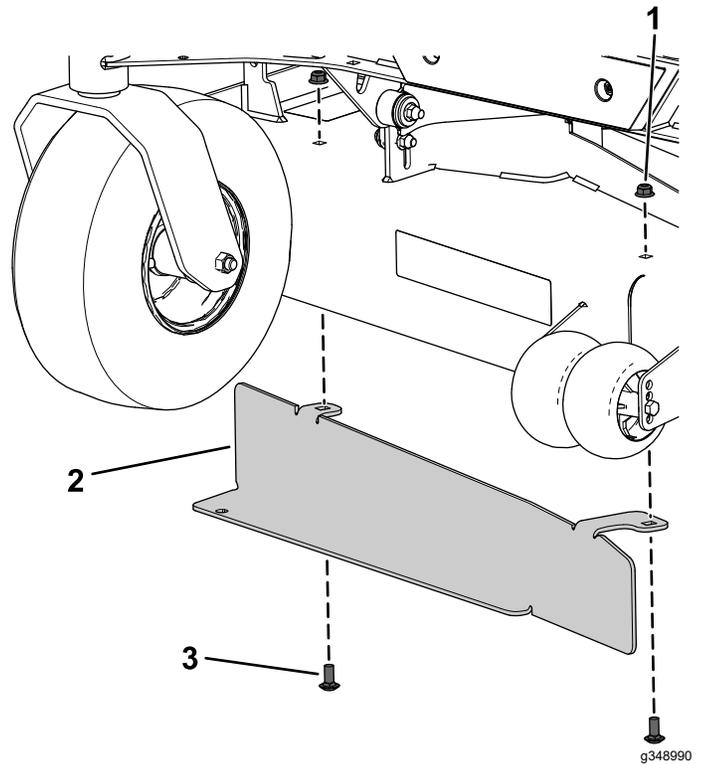
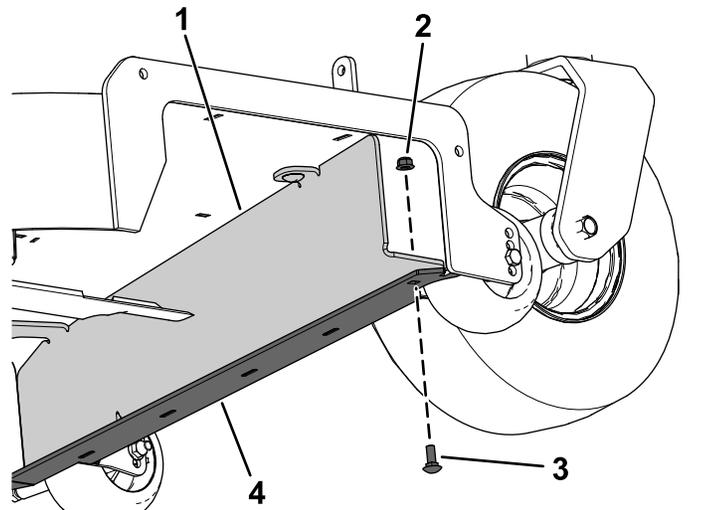

Figura 4
Figura 5
3. Instale el deflector del ensacador en la carcasa del cortacésped y el parachoques de la carcasa con 2 pernos de cuello cuadrado ($\frac{3}{8}$ " x $\frac{7}{8}$ "), 2 contratuercas ($\frac{3}{8}$ "), 1 perno de cuello cuadrado ($\frac{5}{16}$ " x $\frac{7}{8}$ ") y 1 contratuerca ($\frac{5}{16}$ "), tal y como se muestra en la Figura 4 y en la Figura 5.